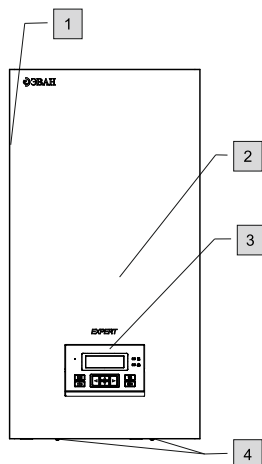

Рисунок 1. Внешний вид прибора.
4.2 Внешний вид прибора представлен на рис. 1.
- запрещается работа прибора при снятом кожухе (1) или панели лицевой (2) рис. 1;